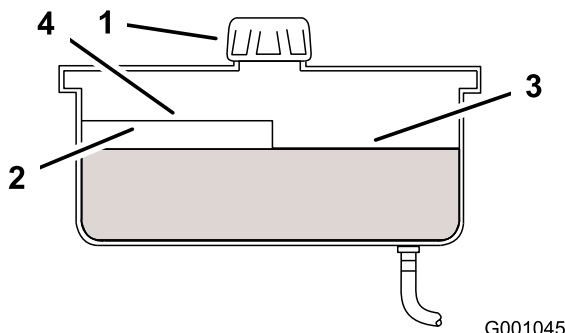

Figure 55
2. Nettoyez la surface autour du goulot de remplissage du réservoir hydraulique (Figure 55).
3. Enlevez le bouchon du goulot de remplissage et vérifiez si le réservoir contient du liquide (Figure 55).
Remarque: Lorsque l'huile est chaude, le niveau de liquide doit atteindre le haut du repère "à chaud" sur le déflecteur (Figure 55).